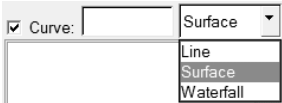
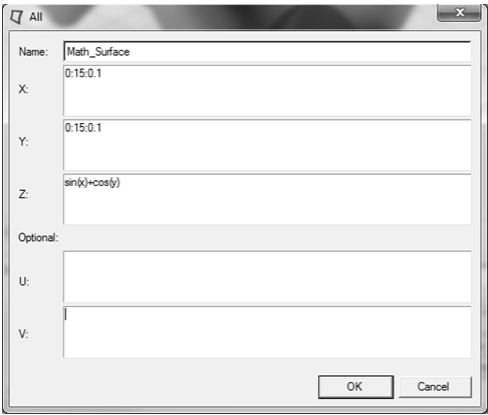

图 13-114 选择 surface
图 13-115 Math 公式编辑面板
- (1) 在主菜单中依次选择 File > New > Session。
- (2) 单击 Define Curves () 按钮进入该面板。
- (3) 通过下拉菜单选择 Surface，如图 13-114 所示。
- (4) 单击 Surface 列表下的 Add 按钮，一个名为 Surface1 的曲面被添加到列表中。
- (5) 在文本框中将 Surface 1 重命名为 Math_Surface，按 <Enter> 键。
- (6) 将 Source 类型设置为 Math。
- (7) 在 Vector 中单击 All 按钮。
- (8) 在 X 中输入 0:15:0.1。
- (9) 在 Y 中输入 0:15:0.1。
- (10) 在 Z 中输入 $\sin(x) + \cos(y)$ 。
- (11) 单击 OK 按钮关闭该窗口，如图 13-115 所示。